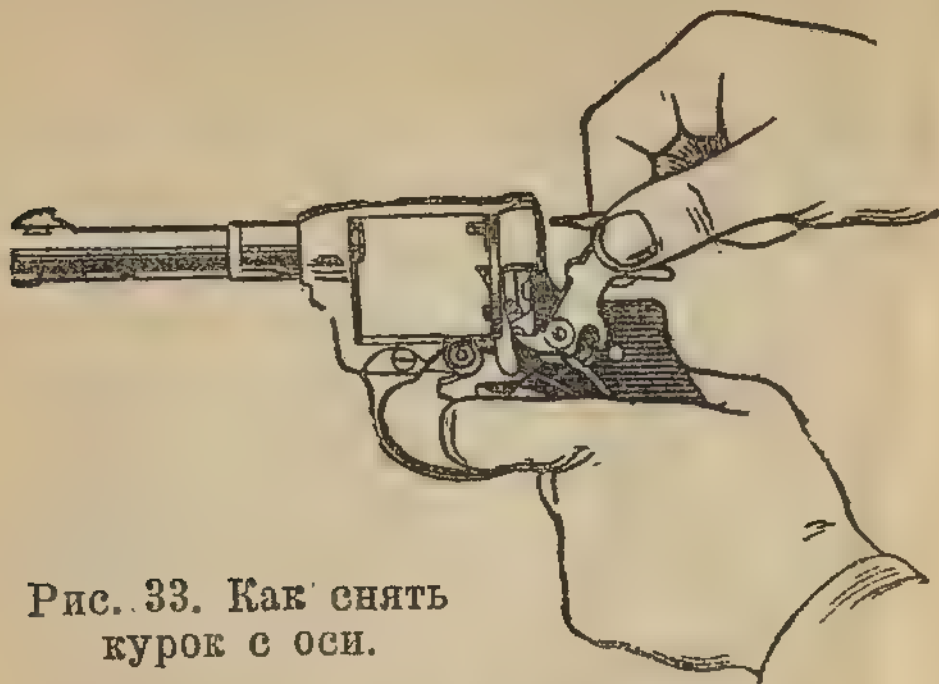

Рис. 33. Как снять
7) снять курок с оси: взять револьвер левой рукой за рукоятку, а правой — за курок и надавить указательным пальцем левой руки на хвост спускового крючка возможно сильнее; снять курок с оси (рис. 33);